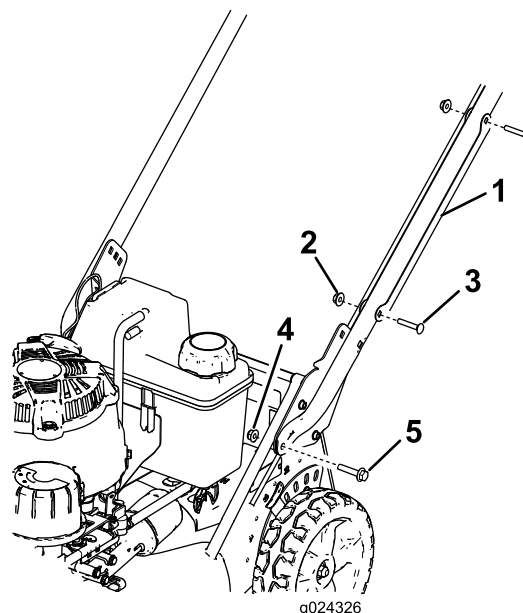

Figura 3
1. Retire los 2 pernos de cuello cuadrado y las 2 arandelas que sujetan el protector de cable al manillar, y retire el protector del cable del manillar (Figura 3).
2. Instale los extremos del manillar en la carcasa de corte con 2 pernos de cabeza hexagonal con arandela prensada (5/16 x 1-1/2") y 2 tuercas con arandela prensada (5/16"), según se muestra en Figura 3.
1. Perno de cuello cuadrado – 5/16 x 1-1/2" (2)
2. Soporte del manillar (2)
3. Tuerca con arandela prensada – 5/16" (2)
7. Posicione el protector de cable en el manillar **con el/los cable(s) dentro del protector**, y sujete el protector al manillar con los 2 pernos de cuello cuadrado y las 2 contratuercas que retiró anteriormente (Figura 3).